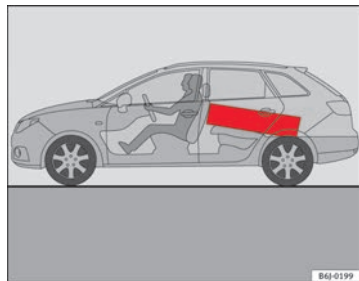

Fig. 96 Placez les objets lourds le plus à l'avant possible.
- Placez les objets lourds le plus à l'avant possible dans l'habitacle ⇒ **fig. 96**.